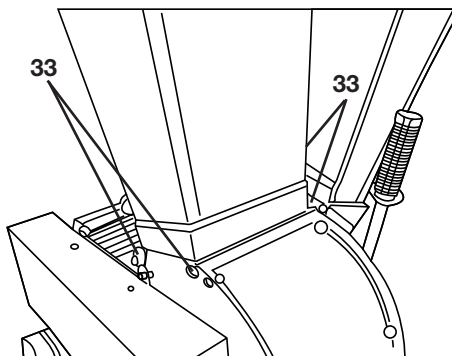

Bild 27
- Nehmen Sie den oberen Trichter durch Lösen (nicht herausdrehen) der 4 Befestigungsschrauben **(33)** (SW 15) ab (siehe „Bild 27“), beachten Sie, dass die Gewindestange für den Sicherheitsschalter vorher nach oben herausgedreht werden muss (siehe Seite 7).